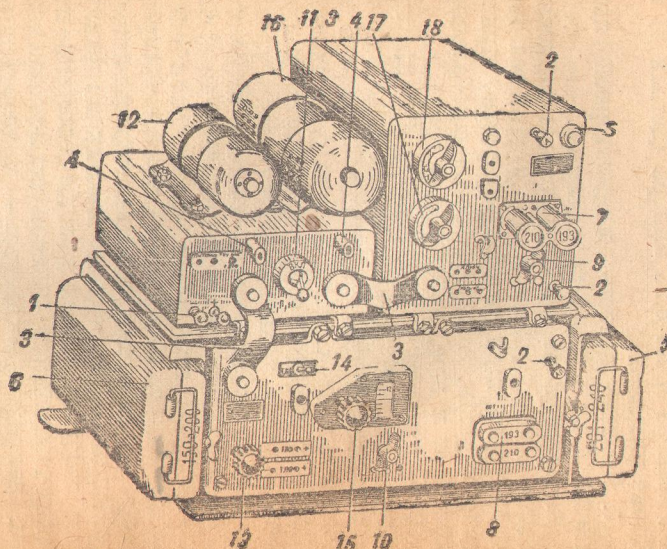

Рис. 1. Общий вид радиостанции (крышки с передних панелей сняты):
(см. рис. 1)
4. Проверь надёжность крепления проводов к зажимам «+» и «—» (см. на рис. 1 деталь, отмеченную цифрой 1) на блоке питания и к зажиму «А» на передней панели передатчика и «Ап» на панели приёмника (смотри на рис. 1 деталь, отмеченную цифрой 2).
5. Проверь надёжность крепления колодок шлангов питания (деталь 3 на рис. 1).